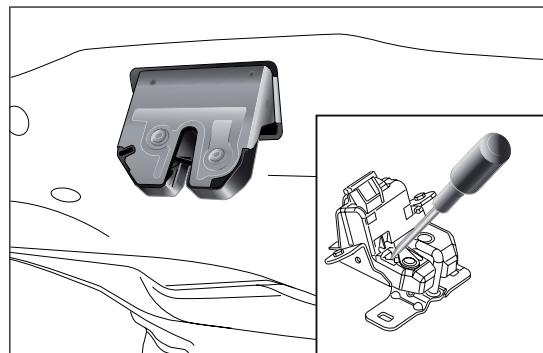

fig. 53
- ☐ extraer el tapón de protección y accionar el desenganche de la cerradura con un destornillador o pieza metálica fig. 53.